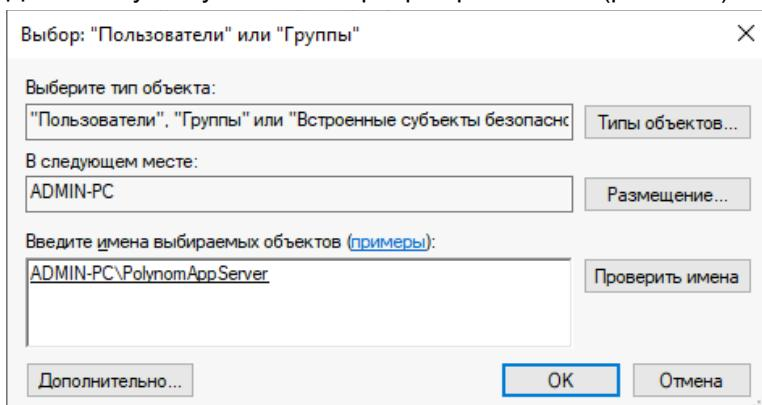

Рис. 4.41
- Добавьте учетную запись сервера приложений (рис. 4.41).